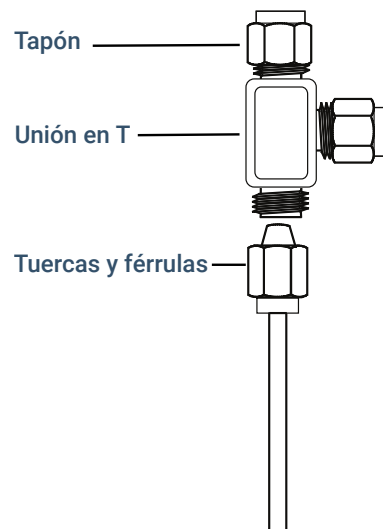

Figura 59. Unión en T Swagelok
1. Corte la tubería por el lugar donde desea colocar la unión en T. Conecte la tubería y la unión en T con una conexión Swagelok. Consulte la **Figura 59**.